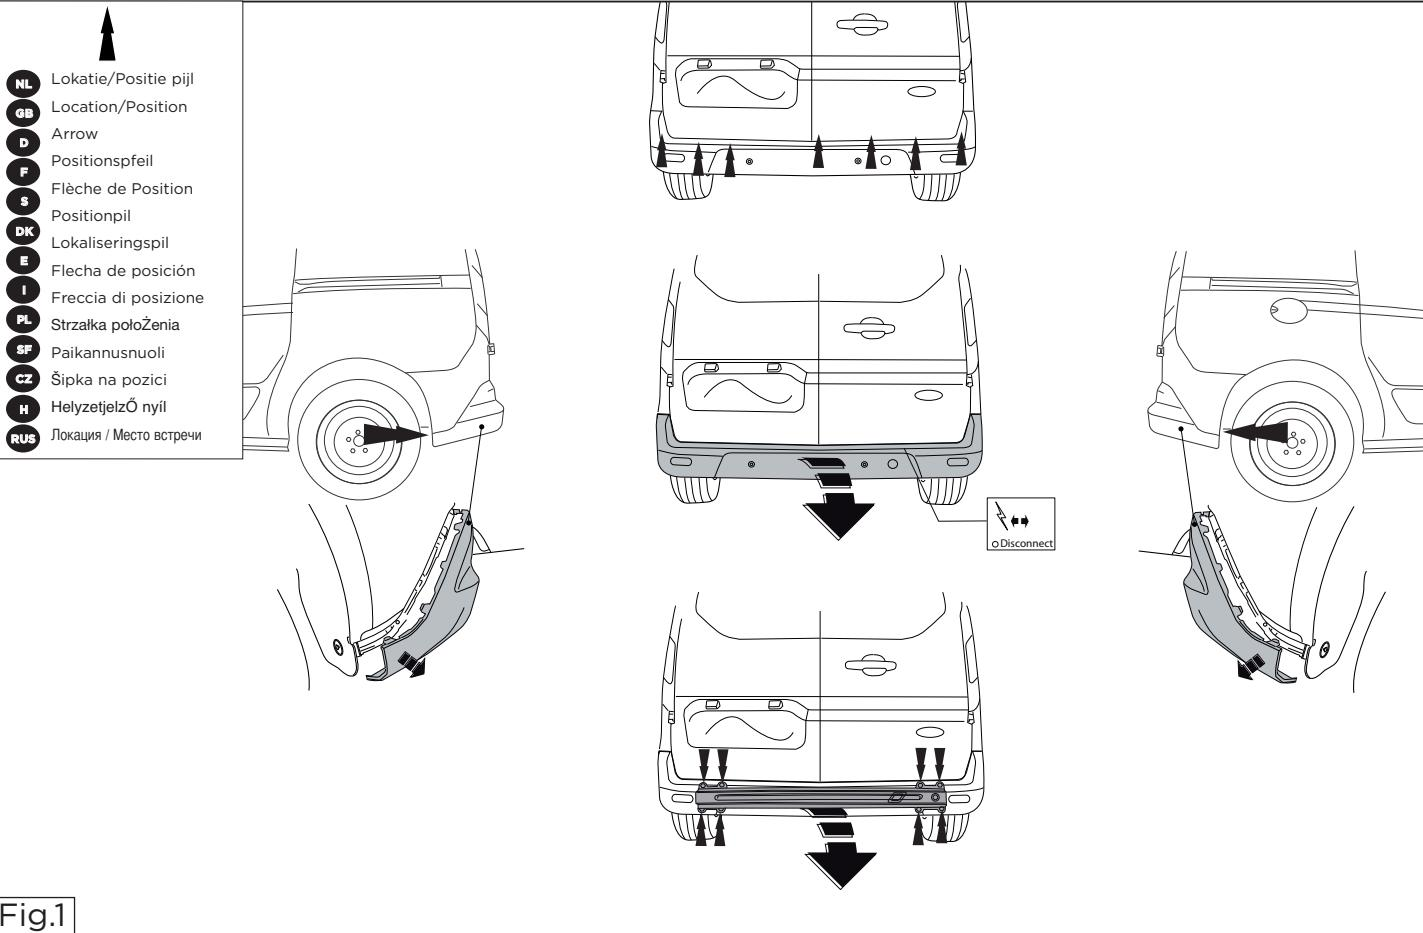

Fig.1
1. Снять бампер вместе со стальным буферным бруском автомобиля буферный брус больше не понадобится. См. рисунок 1 .